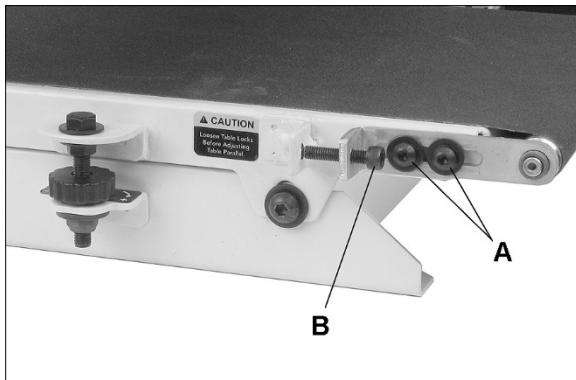

Abb. 8-2: Einstellung der Bandspannung
2. Lösen Sie leicht die vier Schrauben (A, Abb. 8-2) an der Vorschub-Einzugseite mit einem 4-mm-Inbusschlüssel (zwei Schrauben an jeder Seite).
5. Die vier Schrauben festsetzen (A, Abb. 8-2).
Falls ja, an dieser Seite die Schrauben (A, Abb. 8-2) leicht lösen und die Einstellschraube (B) anziehen.